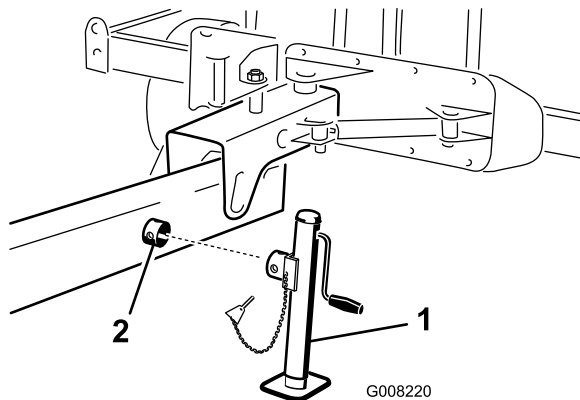

Bild 10
1. Schieben Sie den Achsständer an der Seite der Anbauvorrichtung auf das Achsständerrohr (Bild 10).
2. Drehen Sie den Achsständer, um die Löcher auszufluchten und befestigen Sie ihn mit dem Klappstecker (Bild 10).